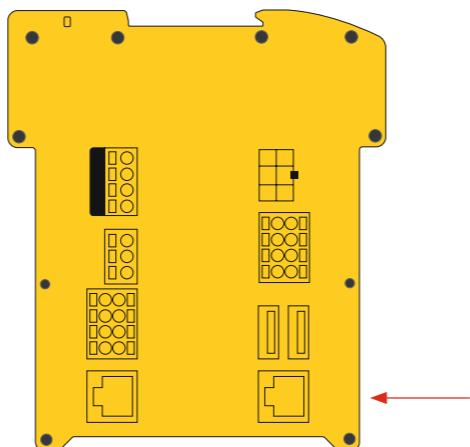

Abbildung 22: Anschluss des Netzwerkkabels am Ladecontroller
3. Führen Sie das Netzwerkkabel in den Netzwerkanschluss des Ladecontrollers ein (Abbildung 22). Achten Sie auf eine ordnungsgemäße Verriegelung des Steckers.
2. Stecken Sie den RJ45-Stecker des Ladecontrollers in die RFID-Platine (Abbildung 22, Anschluss B).